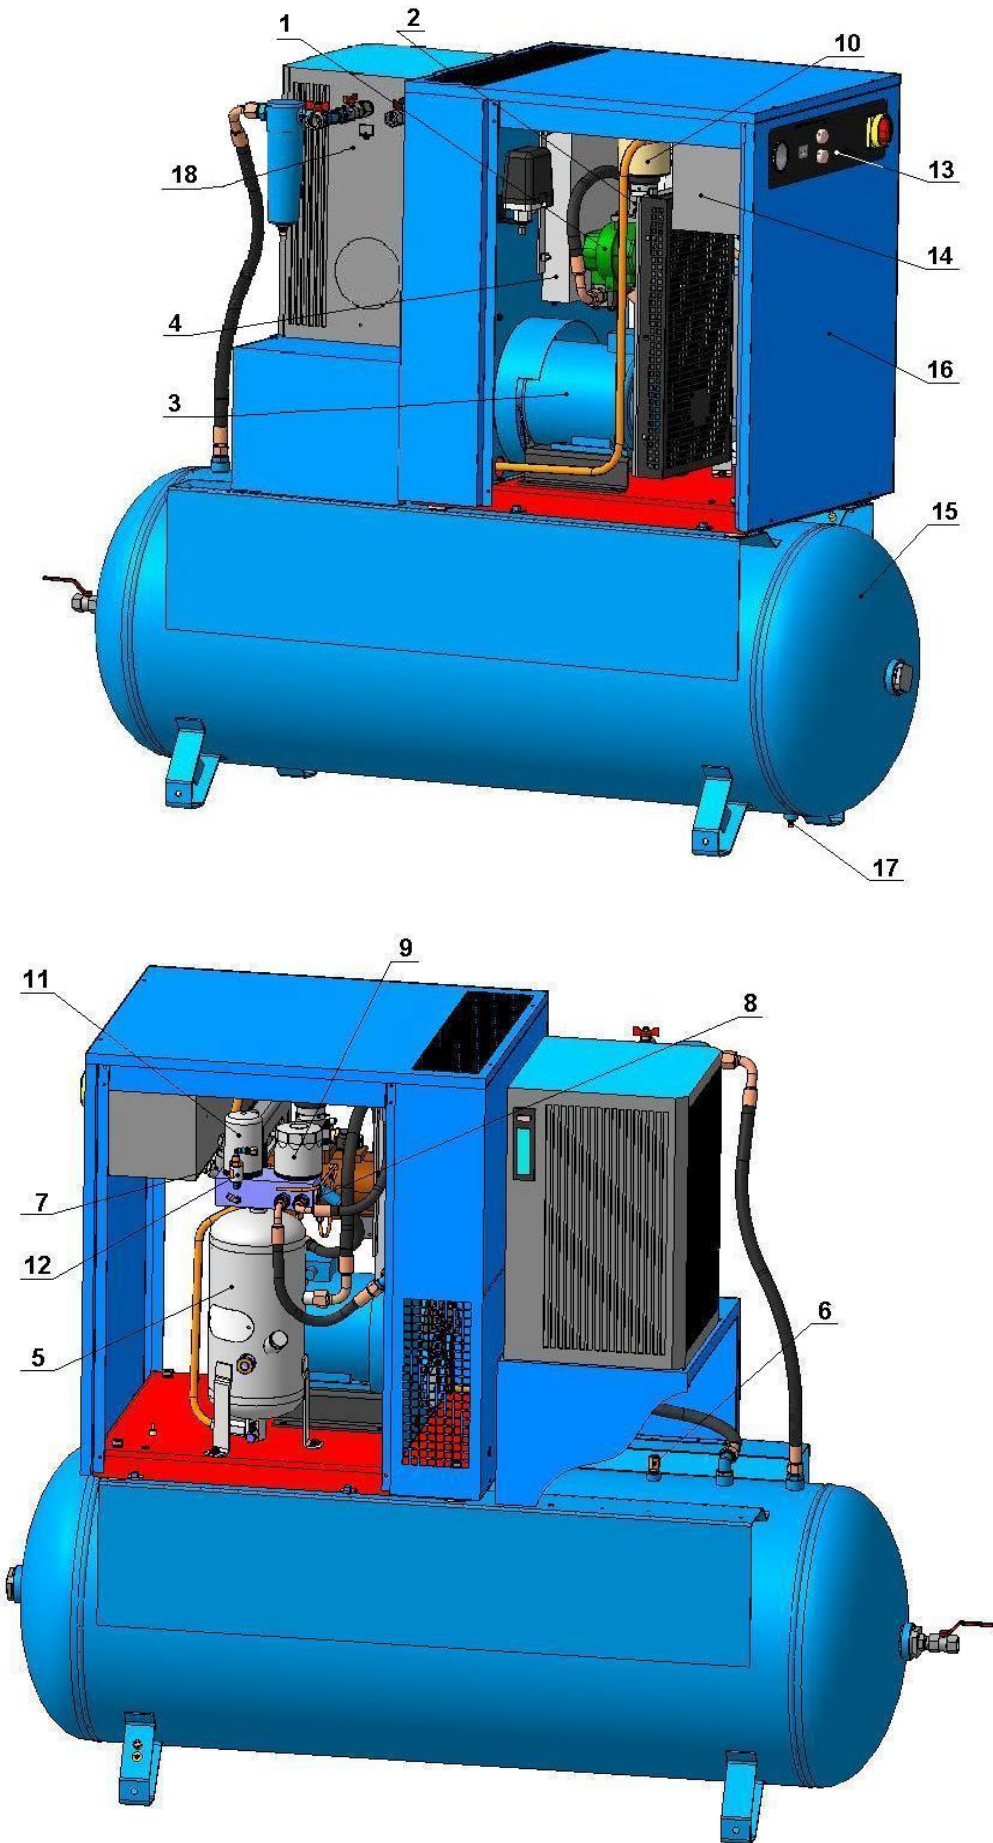

Рисунок 3 – Общий вид компрессорной установки ВК5-...-500(Д), ВК7-...-500(Д), ВК10-...-500(Д)
**18 - Осушитель** (см. рисунок 3) предназначен для отделения влаги, содержащейся в сжатом воздухе.